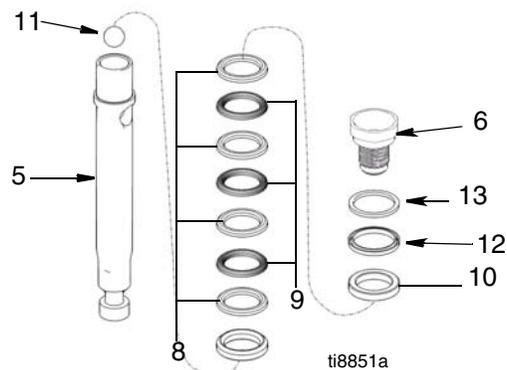

FIG. 7
7. (Fig. 7) Remova o empanque e os buçins da haste do pistão. Anote a orientação para a instalação.